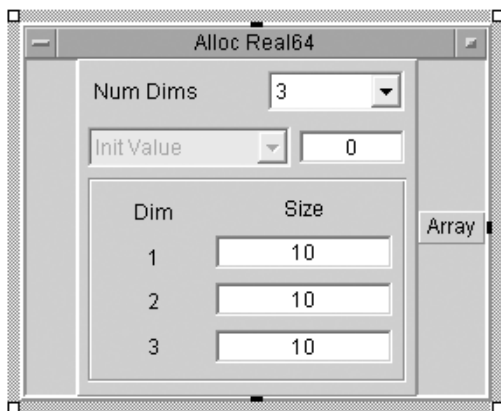
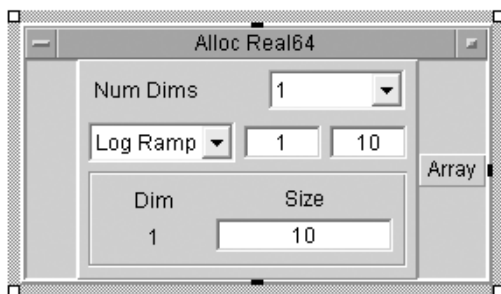

Рис. 3.2
Рис. 3.3
2. Задать массив с необходимым числом элементов и мерностью, все элементы которого равны исходно заданному значению (Init Value), например, 0 (рис. 3.2). В одномерном случае можно задать равномерное (Lin Ramp) или логарифмическое (Log Ramp) заполнение массива от значения одного числа до значения другого (рис. 3.3).